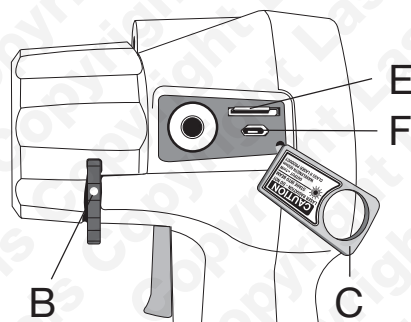

Fig. 2
- Zie Afb. 2: trek de rubberen poortafdekking **C** los vanuit de linker bovenhoek en draai deze omlaag. (Trek niet vanaf de rechterzijde, omdat dan de afdekking beschadigd kan raken.)
- Druk de microSD-kaart (**E** in Afb. 2) **in** tegen de veerdruk om deze te verwijderen.
- Trek de rubberen poortafdekking **C** los vanuit de linker bovenhoek en draai deze omlaag. Sluit de kabel aan op de micro-USB-poort (**F** in Afb. 2) en sluit het andere uiteinde aan op een USB-poort van de PC of laptop.
Bekijken van opgeslagen afbeeldingen. Deze worden opgeslagen op de meegeleverde microSD-kaart (**E** in Afb. 2). Druk vanuit het menu de wisselknop **in** om de afbeelding te bekijken. Beweeg de wisselknop omhoog of omlaag om andere afbeeldingen weer te geven. Deze functie werkt niet als de microSD-kaart niet is geplaatst. Beweeg de wisselknop naar rechts om terug te keren naar de normale scanfunctie. Opmerking: de sleuf van de microSD-kaart is geschikt voor kaarten van maximaal 32 GB.